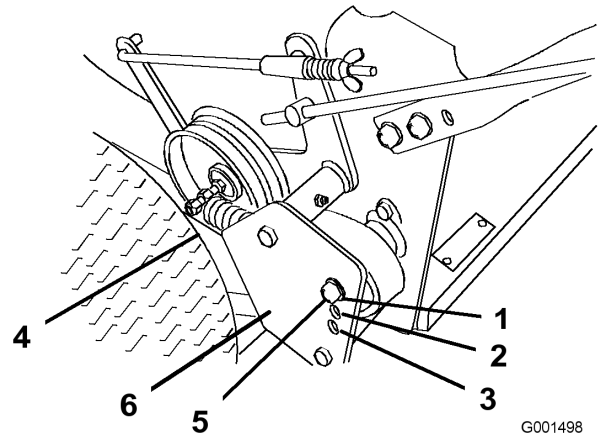

Figura 9
4. Retire el muelle de transmisión del perno de ajuste (Figura 9).
5. Retire la contratuerca que sujeta el perno de ajuste al deflector de la polea de transmisión (Figura 9).
- Nota:** La tensión de la transmisión de las ruedas es menor en la Posición A. La tensión aumenta en las Posiciones B y C (Figura 9).